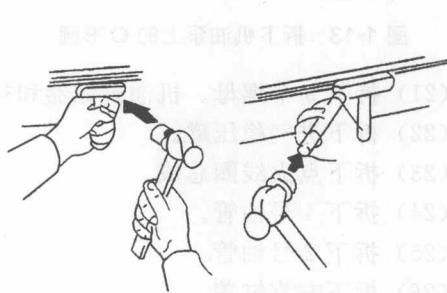
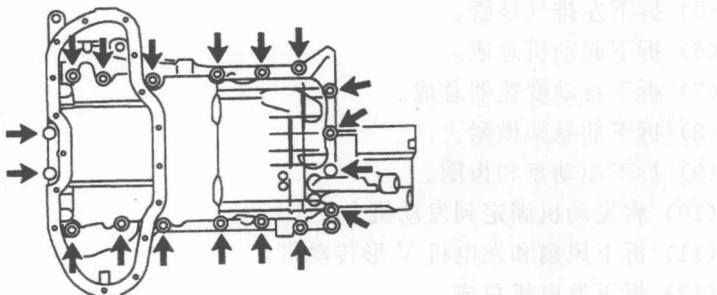

图 1-10 切断涂抹的密封胶
图1-11 拆下机油盘固定螺栓
② 在机油盘和2号机油盘件之间插入SST刀片，切断涂抹的密封胶并拆下2号机油盘，如图1-10所示。
(20) 拆下机油盘。
① 拆下16个螺栓和2个螺母，如图1-11所示。